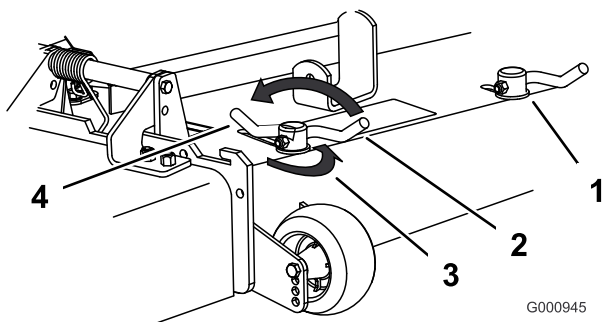

Figura 23
3. Para ajustar los bloqueos de leva, levante la palanca para aflojar el bloqueo de leva (Figura 23).
- Devuelva la palanca a su posición original para apretar el deflector y los bloqueos de leva (Figura 23).